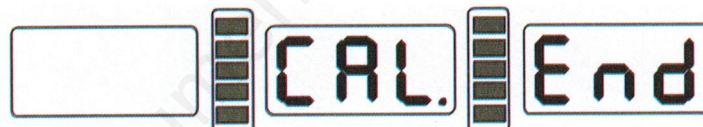

Fig. 9-3
4. Quand l'axe s'est arrêté (voir figure 9-3), la calibration est terminée. Démontez la roue. L'équilibreuse est prête pour l'utilisation.